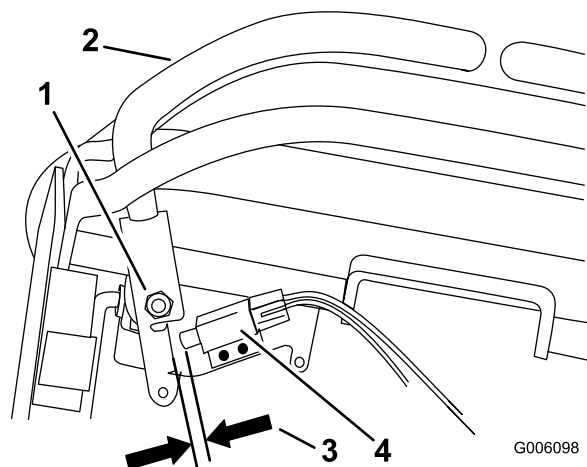

Figura 44
10. Controllate la distanza tra la leva di controllo e l'interruttore come mostrato in Figura 44. La distanza deve essere di circa 3 mm.